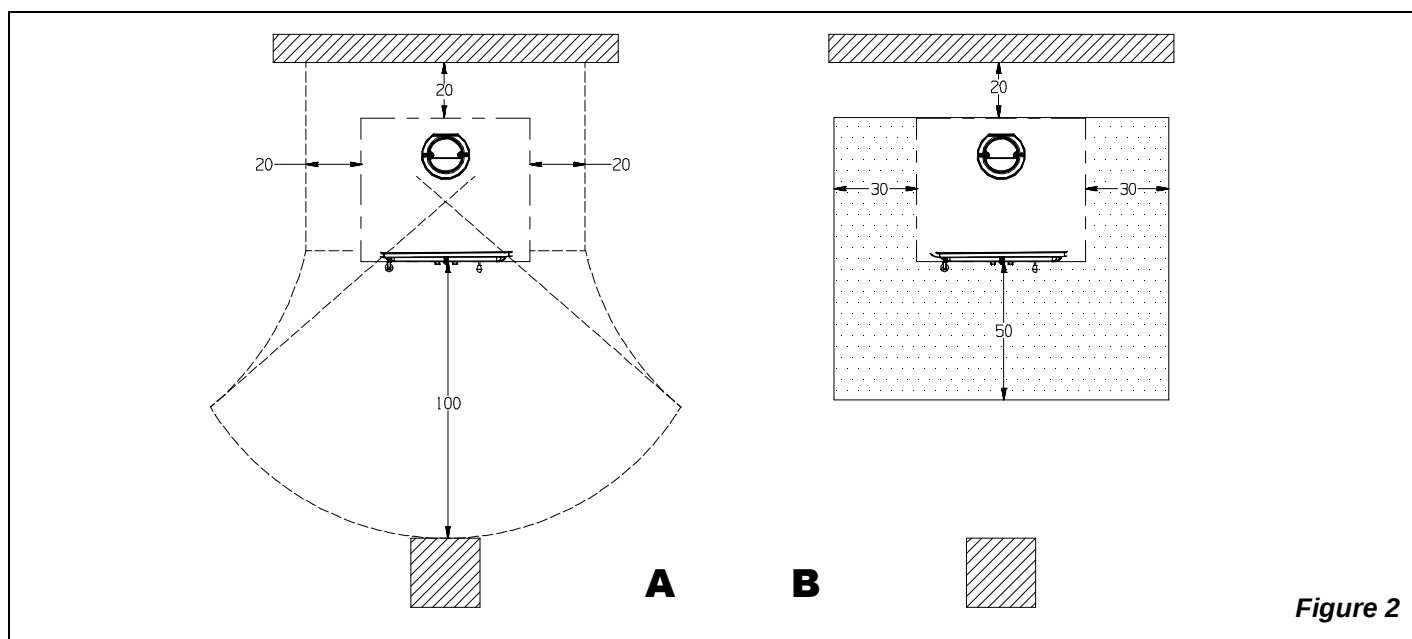

Figure 2
- a) pour assurer une isolation thermique suffisante, respecter la distance minimale de sécurité entre le poêle et les éléments de construction et objets inflammables et sensibles à la chaleur (meubles, revêtements en bois, tissus, etc.) (voir Figure 2 A). **Toutes les distances minimales de sécurité sont indiquées dans l'étiquette du produit et on ne doit PAS descendre au-dessous des valeurs indiquées.**
- c) si le produit est installé sur un sol de matériau inflammable, prévoir une base ignifuge. **Les sols composés par matériaux inflammables**, comme moquette, parquet ou liège etc., **doivent être remplacés** par une couche de matériel non inflammable, par exemple céramique, pierre, vitre ou acier etc.. (dimensions selon les dispositions régionales). Le fond de sol doit dépasser d'au moins **50 cm**, frontalement, et sur les côtés d'au moins **30 cm**, de l'ouverture de la porte de chargement. (Figure 2 B).